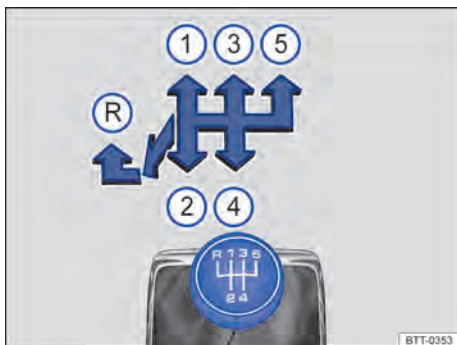

Fig. 91 Esquema de la transmisión manual de 5 marchas.
Las posiciones de cada una de las marcha están representadas en la palanca de cambios → fig. 91.
- Empujar la palanca de cambios totalmente hacia la izquierda y después hacia adelante hasta la posición de la marcha atrás → fig. 91 (R).